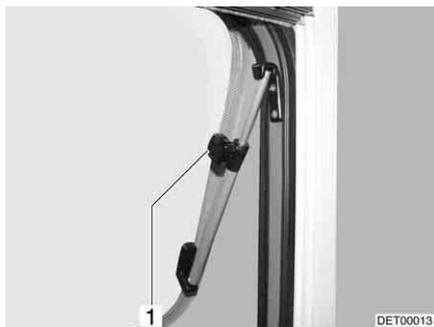

Bild 104 Dachhaube mit Dreh-Ausstellern, geöffnet
- Dachhaube bis zur gewünschten Stellung öffnen und mit Rändelknopf (Bild 104,1) feststellen.
- Rändelknopf (Bild 104,1) drehen, bis Arretierung freigegeben wird.